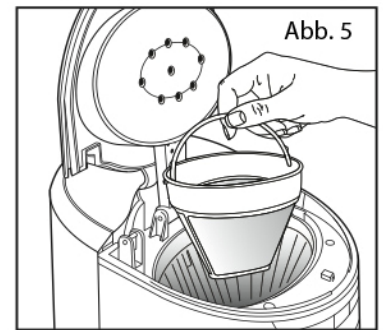

Abb. 5
6. Öffnen Sie den Filterdeckel. Platzieren Sie entweder den permanenten Filter oder einen passenden Papierfilter (Größe 4) in den Filterhalter (s. Abb. 5).